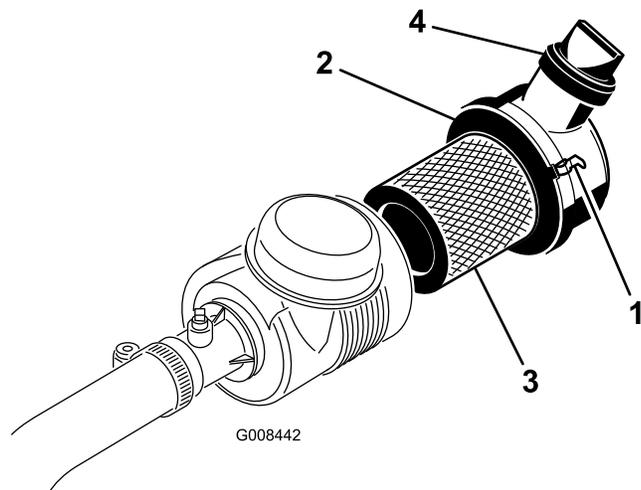

Рисунок 38
1. Отпустите защелки, фиксирующие крышку воздухоочистителя на его корпусе (Рисунок 38).
7. Установите крышку и закройте защелки (Рисунок 38).